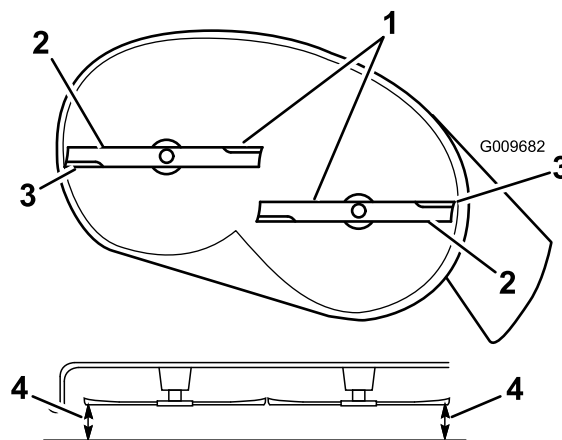
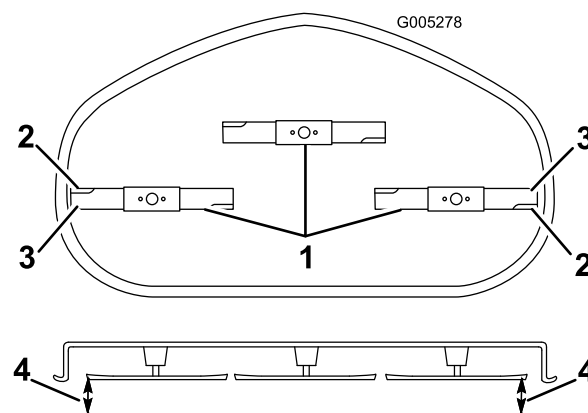

Figura 64
Figura 65
4. Rode cuidadosamente as lâminas para que todas estejam alinhadas (Figura 64 e Figura 65).
5. Meça entre as extremidades de corte exteriores e a superfície plana (Figura 64 e Figura 65).